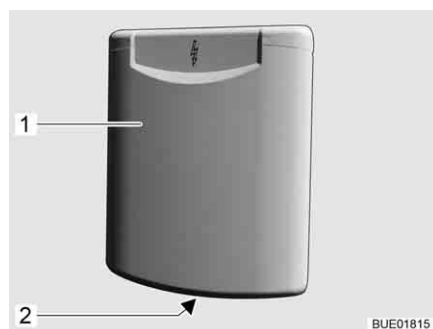

Fig. 42 Trampilla para la conexión de 230 V
- Meter la mano en el asidero cóncavo (Fig. 42,2) de la trampilla exterior (Fig. 42,1) y girar la trampilla exterior hacia arriba.